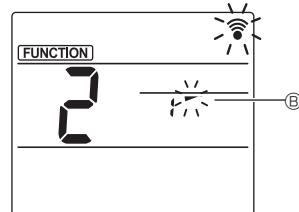

Fig. 3
③ Ställa in vinkeln på fläktblad (Fig. 3)